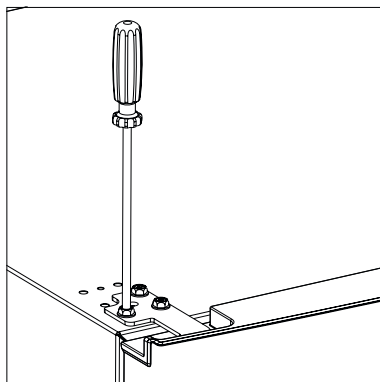

Fig.20
- 15.** Instalați ușa superioară, fig.20. Asigurați-vă că ușa este la nivel și garnitura de cauciuc se potrivește bine de ușă. Închideți ușa și asigurați-vă o garnitură de cauciuc închide bine compartimentul frigiderului. În cazul unei potriviri libere, reglați balama ușii;